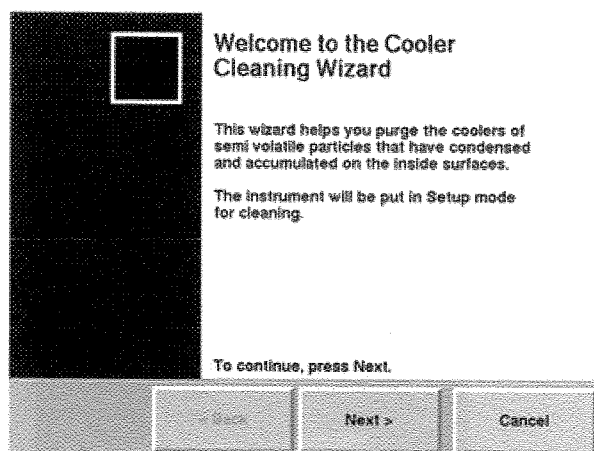

图 2-62 冷却器清洁向导的欢迎界面
(1)在 TEOM-1405 数据界面,选择“服务”按钮,进入服务界面,然后选择“维护”按钮,进入维护界面(图 2-62);
(2)选择“清洁冷却器”(Clean Coolers)按钮,启动冷却器清洁向导(图 2-62)。选择“下一步”开始程序;